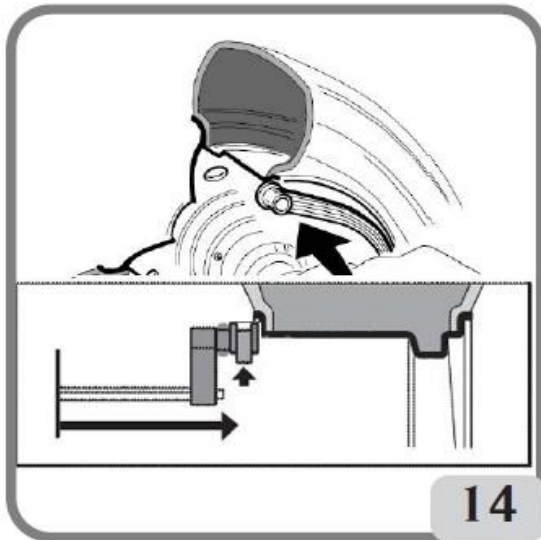
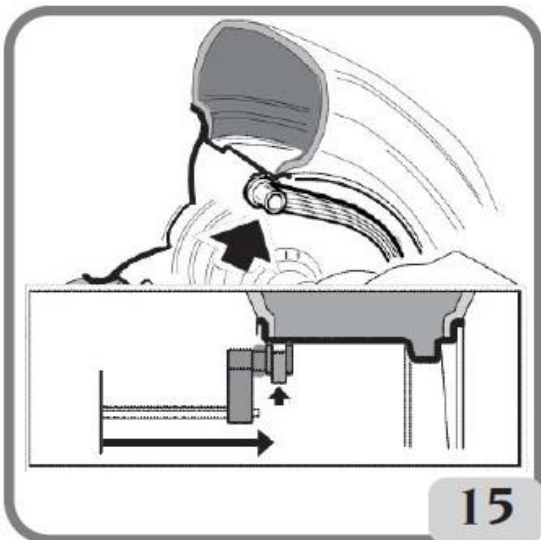

図14 プログラムタイプ ALU 2P での内側の距離を手動で取得
図15 プログラムタイプ ALU 1P での内側の距離を手動で取得
- ・ 自動測定アームの端を、内側ウエイトを貼付する面に合わせて移動します。ALU 1P では、ホルダーのノッチの中心がウエイトの中心線の基準として使用されます(図15)。ALU 2P では、内側ウエイトがクリップタイプであるため、リムエッジを参照してください(図14)。
- ・測定アームの端を、内側ウエイトを適用するために選択した平面に合わせます (ALU 1P の場合は図15、ALU 2P の場合は図14)。